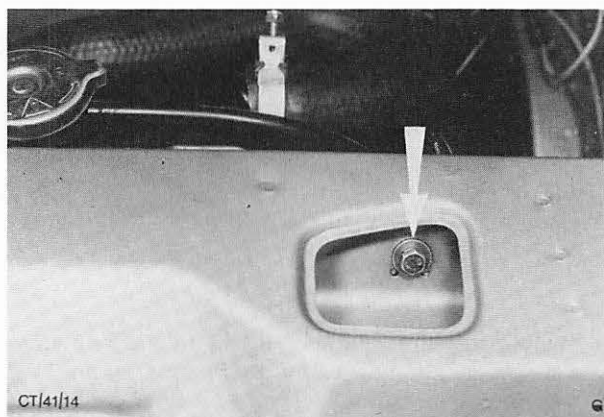

Abb. 14 Lage der Klemmschraube – Haubenzug-Klemmschelle
1. Schraube der Haubenzug-Klemmschelle lösen, Abb. 14.